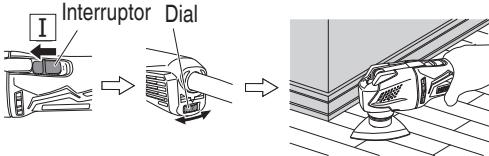

Fig. 7
- Encienda la unidad y utilice el dial para ajustar la velocidad de la herramienta de aplicación. (Fig. 7)
- Coloque con suavidad la herramienta de aplicación sobre el material y mueva la herramienta de aplicación hacia detrás y hacia delante a un ritmo en el que el movimiento no sea ralentizado. (Fig. 7)